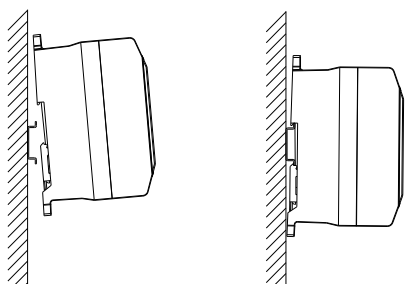
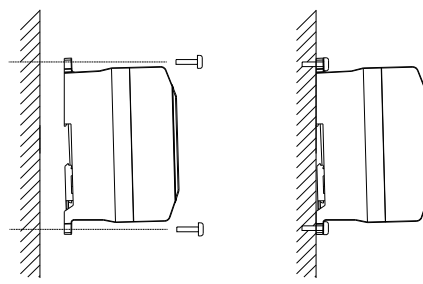

图 1-29
图 1-30
- (2) 安装: 安全栅可以直接安装于宽度为 35mm 的标准 DIN 导轨, 如图 1-29 所示。在不具备导轨安装条件时, 可以通过上下两个安装孔, 使用 M4 螺钉或 ST4.2 自攻螺钉 (可选配塑料膨胀管) 进行安装, 如图 1-30 所示。